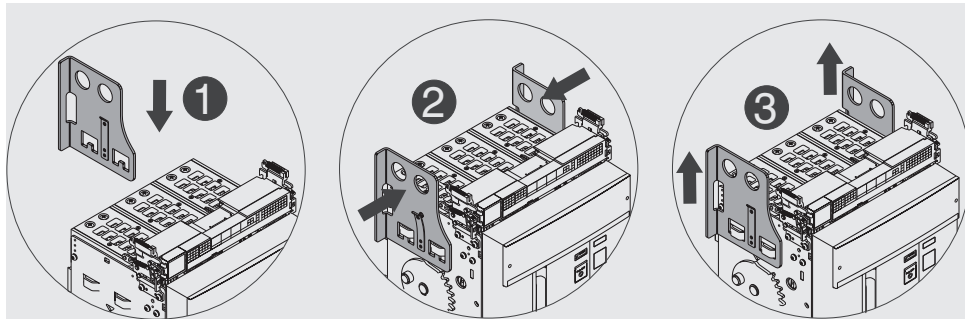

图 34
1. 将起模板置于移动部分上, 并确保起模板舌扣已稳拴。 请查阅 图 34.